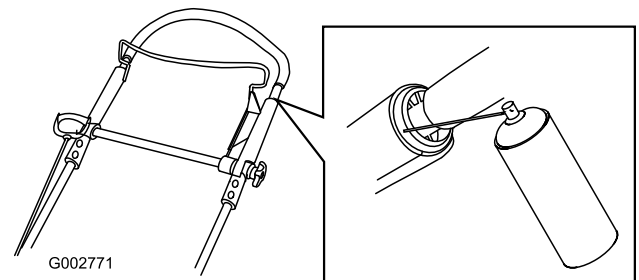

Figure 40
1. Pulvérisiez l'extrémité en plastique extérieure de la poignée intérieure (Figure 40).